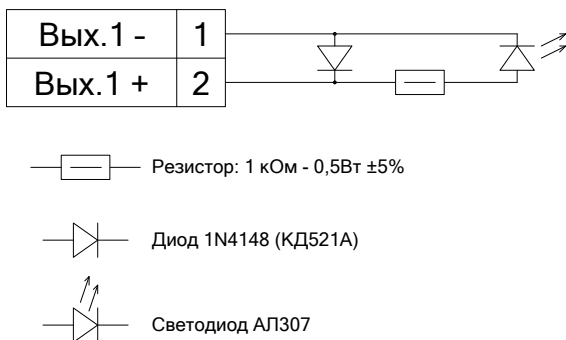

Рисунок 6. Схема имитатора пусковой цепи.
5.3.6 Подключить к выходам имитаторы пусковых цепей по схеме, показанной на рис. 6.